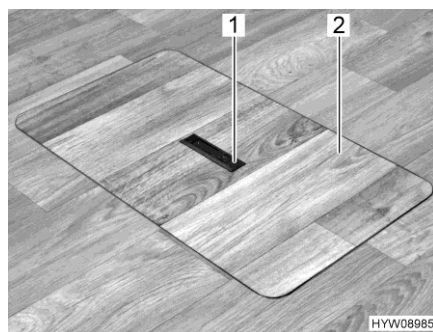
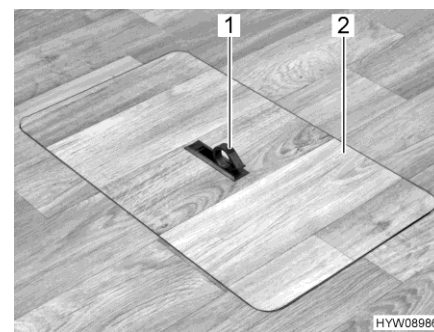

Bild 76 Lock för golvförvaringsfacket (handtag sänkt)
Bild 77 Lock för golvförvaringsfacket (handtag utsvängd)
- Tryck nedåt på ena sidan av gripplattan (Bild 76,1). Handtaget (Bild 77,1) svängs upp.
- Ta bort locket (Bild 77,2) uppåt.
- Sätt locket (Bild 77,2) i ramen i golvet.